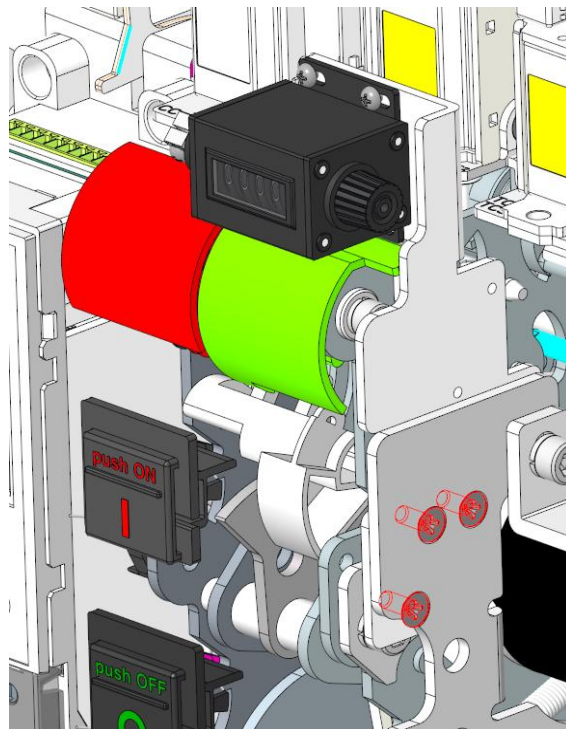

FIG 6
6. 차징 핸들을 내리고, (+) 드라이버를 이용하여 카운터를 역순으로 조립 합니다. [FIG 6]
6. Let down the CHARGING HANDLE, reassemble the counter using (+) driver. [FIG 6]